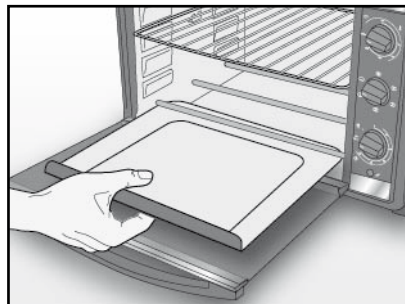

Fig. 5
- Utilizzando appositi guanti da cucina, estrarre il vassoio raccogli briciole (P) e procedere con la sua pulizia. Reinserrarlo quindi all'interno dell'apparecchio facendo attenzione a posizionarlo correttamente sotto le resistenze (N) (Fig. 5).
- La leccarda (D), la griglia (C), il vassoio raccogli briciole (P) e lo spiedo (E) possono essere lavati in acqua tiepida e sapone, oppure in lavastoviglie, nel ripiano superiore.